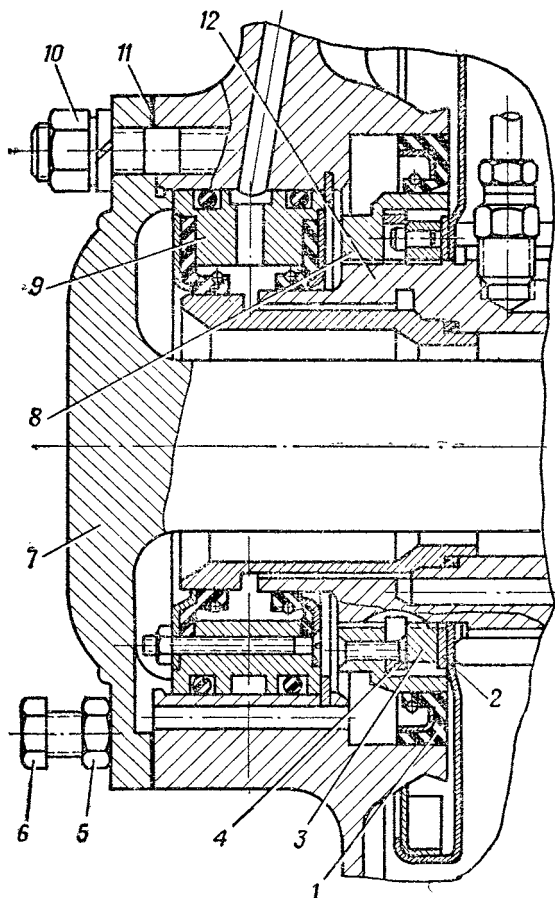

Рис. 29. Установка полуоси заднего моста:
1. Отвернуть гайки 10 (рис. 29) крепления полуоси 7.
1. Установить прокладку 11 (рис. 29) фланца полуоси на ступицу тормозного барабана 12 и вставить полуось 7 в кожух полуоси.